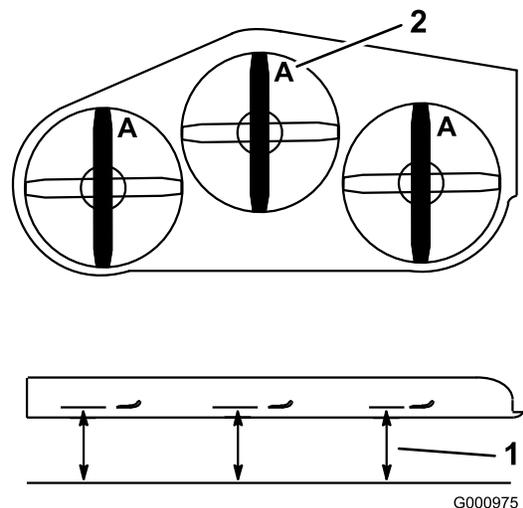

Figure 86
3. Tournez les lames dans le sens longitudinal (Figure 86). Mesurez la distance entre la surface
plane et le tranchant (position A) des lames (Figure 86). Notez cette valeur.